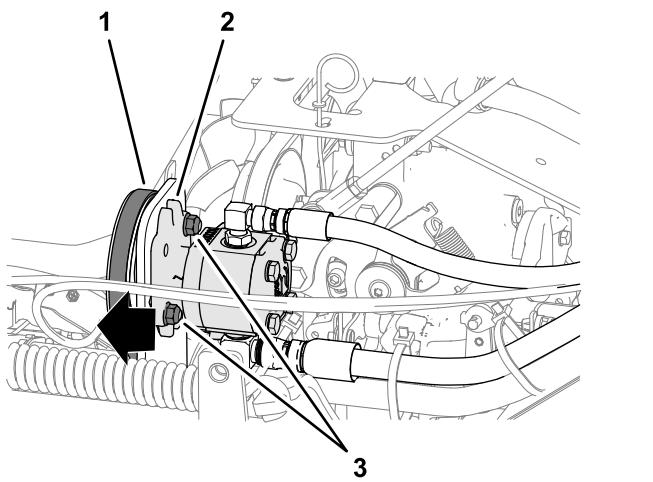

Figure 51
3. Desserrez les 2 contre-écrous à embase ($\frac{3}{8}$ po) qui fixent la pompe auxiliaire au support de montage (Figure 51).
4. Poussez la pompe vers l'extérieur (Figure 51) dans les fentes et serrez les contre-écrous à embase à un couple de 37 à 45 N·m (27 à 33 pi-lb).